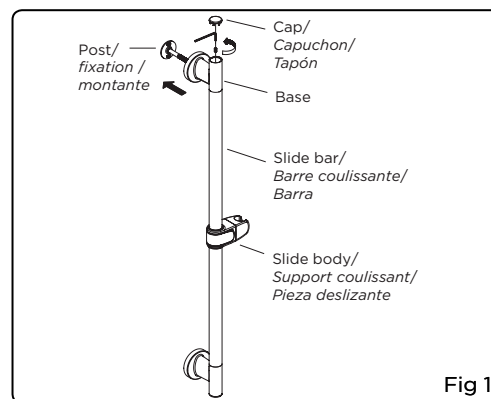

Fig 1
1. Remove cap. Using hex wrench (supplied), loosen set screw and remove post from slide bar base (Fig 1).
1. Enlever le capuchon. À l'aide de la clé hexagonale (fournie), desserrer la vis de pression et retirer la fixation de la base de la barre (fig. 1).
1. Quite el tapón. Utilice la llave hexagonal provista para aflojar el tornillo de presión y quite la sujeción de la base de la barra (fig. 1).